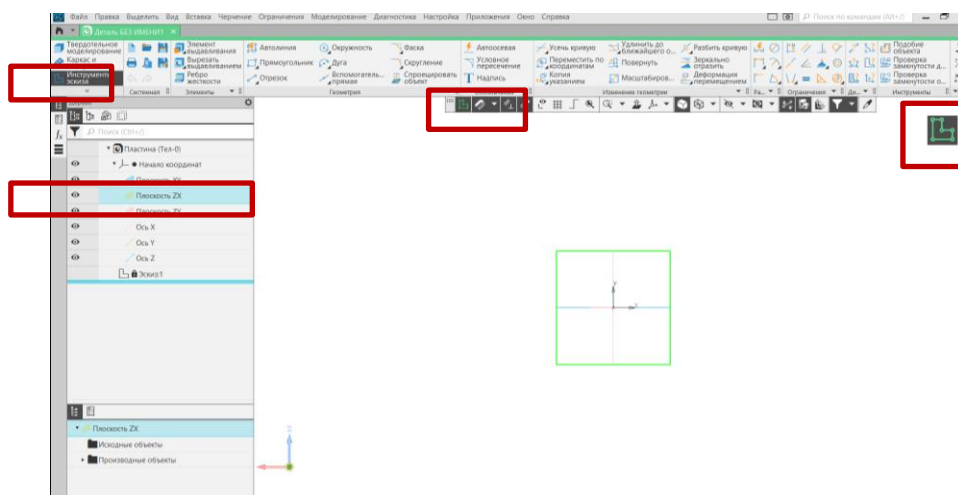

Рис. 7 Режим «Эскиз»
• Дерево построений – Деталь – Параметры – Свойства – Настройка списка свойств. Наименование (3Пластина), обозначение (БИГЕ.XXXXXXX.001), материал (Сталь 10 ГОСТ 1050–2013), отображение – выбрать цвет модели, разработал – ФИО студента, проверил – ФИО студента, утвердил – ФИО преподавателя (рис. 7, а, б).
Панель быстрого доступа – команда «Создать эскиз»  (рис. 7).